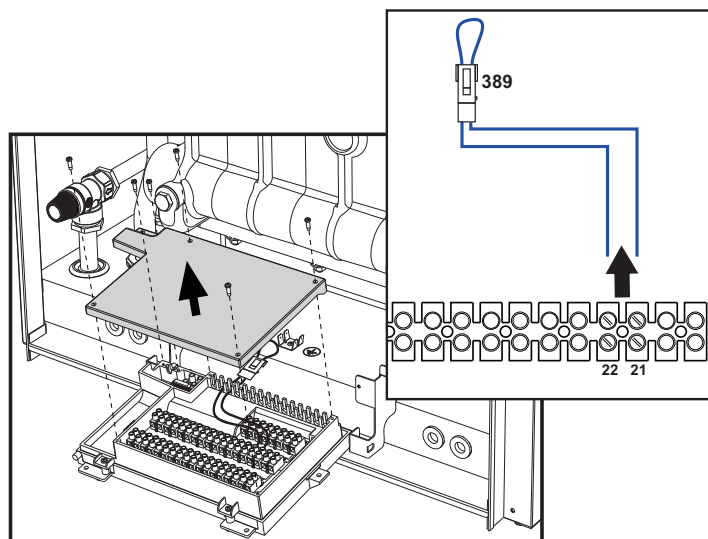

fig. 94
ATENCIÓN: Antes de conectar el termostato de ambiente o el cronomando a distancia, quite la conexión (ref. 389 fig. 94) de los bornes 21 y 22 en la caja de conexiones.